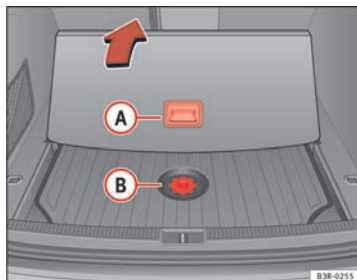

Fig. 191 Accesso agli attrezzi di bordo e cric
- Far scorrere all'indietro il rivestimento del bagagliaio facendo leva sulla relativa maniglia **A** ⇒ fig. 191.
- Svitare le viti di fissaggio della copertura **B** ⇒ fig. 191.